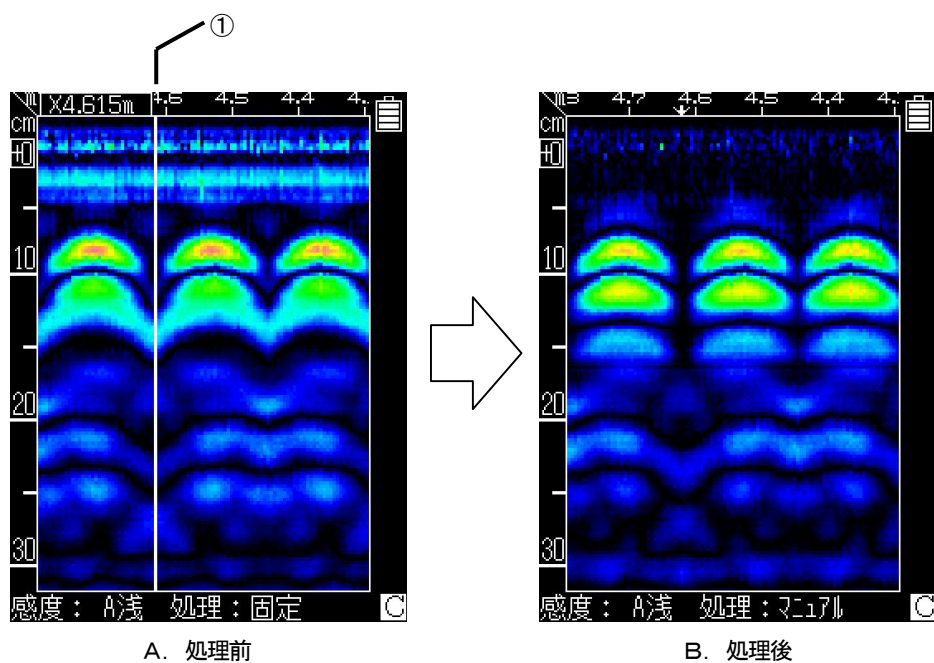

図3-18 マニュアル表面波処理
マニュアル表面波処理は、測定終了後の画面で、図3-18のAのようにコンクリート表面付近からの反射波の影響を取り除き切れないときに使用します。
- c) カーソルキー◀▶により無筋の所(図3-18のAの①)にカーソルを移動させ、マニュアル表面波(反射波)を選択します。
(図3-18のB参照)